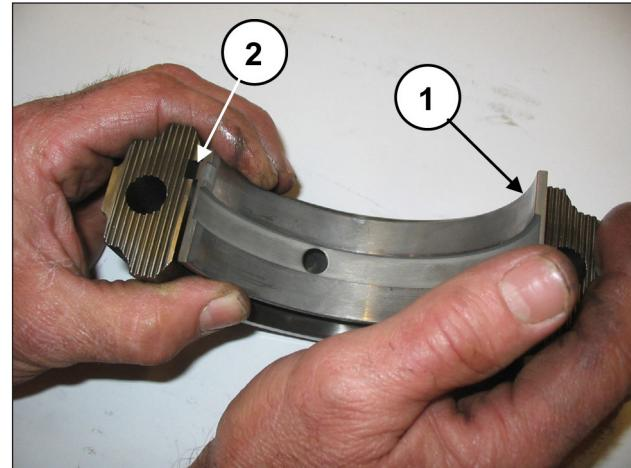
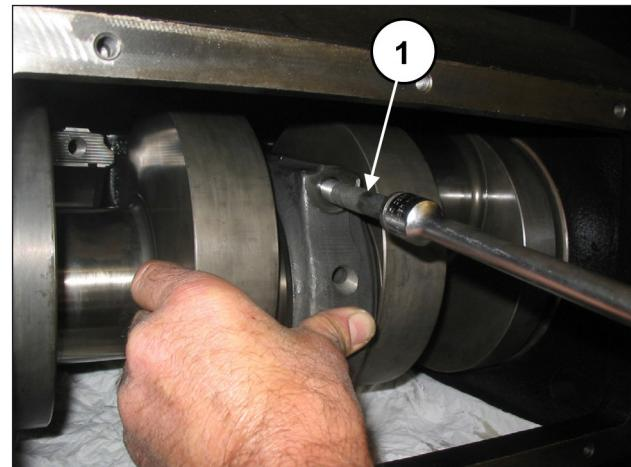

Abb. 59
Abb. 60
Montieren Sie die unteren Lagerschalen an die Pleueldeckel (Pos. ②, Abb. 59) und vergewissern Sie sich dabei, dass die Bezugsmarkierung der Lagerschalen in der entsprechenden Aufnahme am Deckel zu liegen kommt (Pos. ②, Abb. 59). Befestigen Sie die Pleueldeckel mit Pleuelhälften anhand der Schrauben M12x1.25x87 (Pos. ①, Abb. 60).